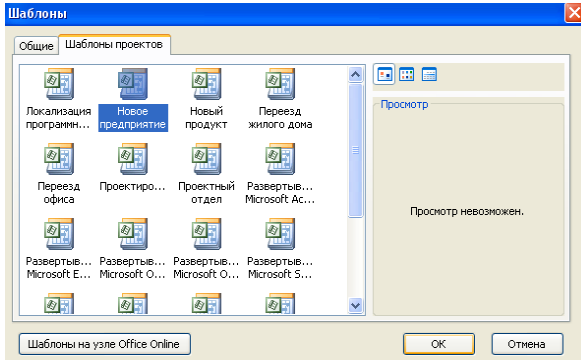

Рис. 98. Вікно *Шаблоны*
5.4. У діалоговому вікні *Templates (Шаблоны)* натиснути на вкладку *Project Templates (Шаблоны проектов)* – на екрані з’явиться вікно такого вигляду (рис. 98):